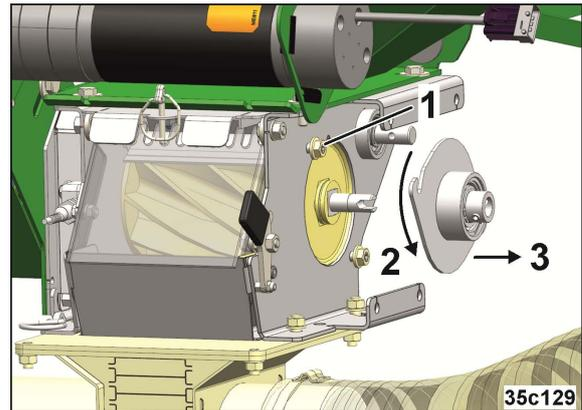

Fig. 48
5. Soltar dos tuercas (Fig. 48/1) con un asa insertable (véase Fig. 10/2), sin soltar los tornillos.
6. Girar la tapa del cojinete (Fig. 48/2) y retirarla (Fig. 48/3).